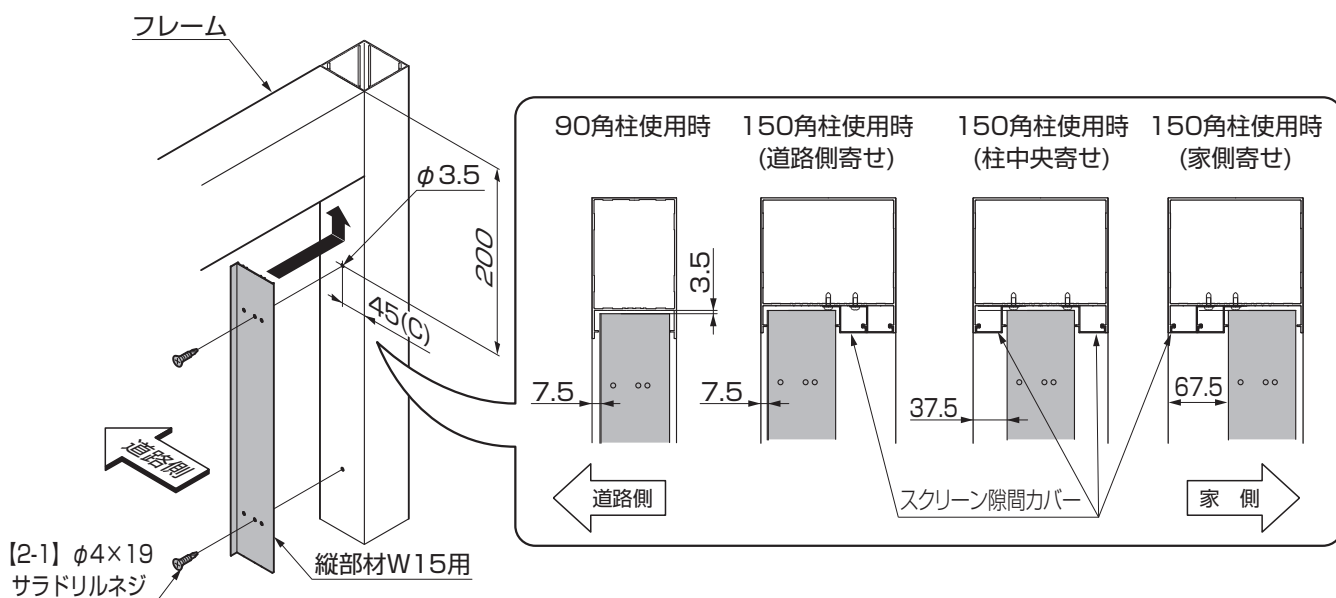

図4-2 フレーム付け仕様の場合
- ※1の150角柱使用時の断面図はP7の「図4-2」を参照してください。